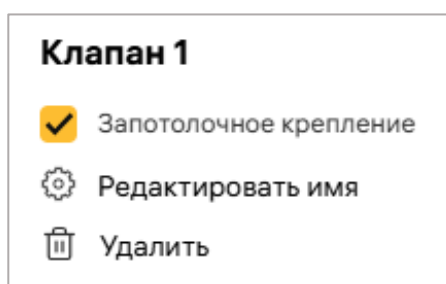

Рисунок 32 – Настройки устройства
Для удаления устройства необходимо выбрать его на схеме в режиме редактирования и нажать «Delete» на клавиатуре ПК или кнопку «Удалить» (рисунок 32).
Применить маркер «Запотолочное крепление» в случае, если устройство установлено на натяжной потолок и запотолочное пространство (рисунок 32).
**ВАЖНО!** Исключением является МДА. Чтобы изменить или удалить устройство, необходимо нажать на нужное устройство и в появившемся окне выбрать соответствующую опцию (рисунок 32). Редактирование устройства доступно только для клапанов МДА.